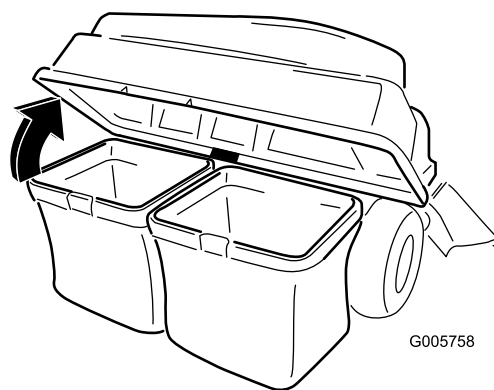

Figura 11
3. Alzate il coperchio del sistema di raccolta per aprirlo (Figura 11).